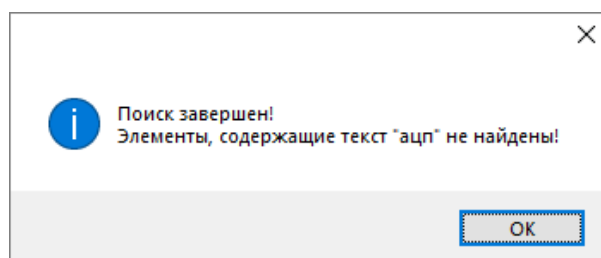

Рисунок 6-239 Уведомление о завершении поиска и отсутствии найденных параметров для опроса
- если в списке параметров для опроса нет параметров, наименование которых содержит введенное сочетание символов, то появится окно с соответствующим уведомлением (см. Рисунок 6-239) о завершении поиска и отсутствии найденных элементов.